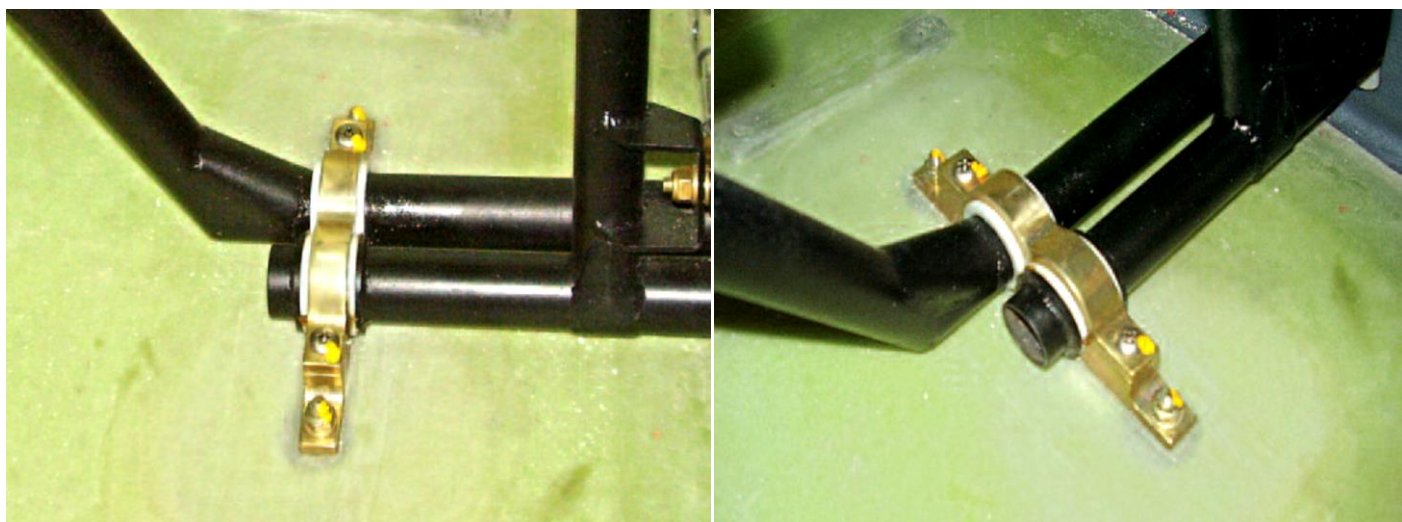

Figura 27.20.20 – Marcação dos parafusos e porcas
8. Realizar uma marcação nos parafusos e porcas instalados com um marcador de metais, conforme mostra a figura 27.20.20.